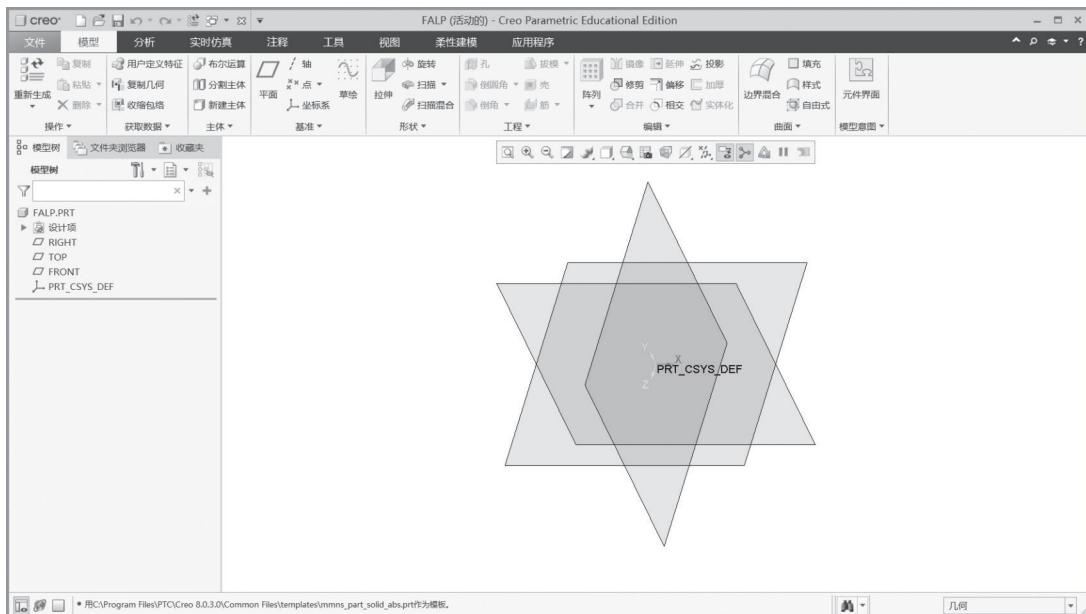

图 2-2-27 “零件设计”界面
(3) 完成以上操作后，在该对话框中单击“确定”按钮，进入“零件设计”界面，如图 2-2-27 所示。